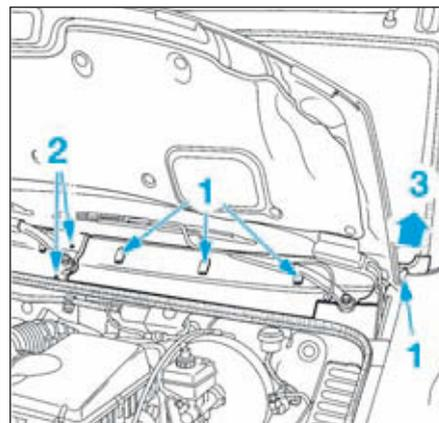

FIG.75
- Déposer les quatre vis de fixation (1) (Fig.75) de la demi-grille gauche.
- Déclipper les deux agrafes (2) en poussant les deux axes plastique au centre de chaque agrafe.
- Déposer la demi-grille gauche (3) en tirant vers le haut.